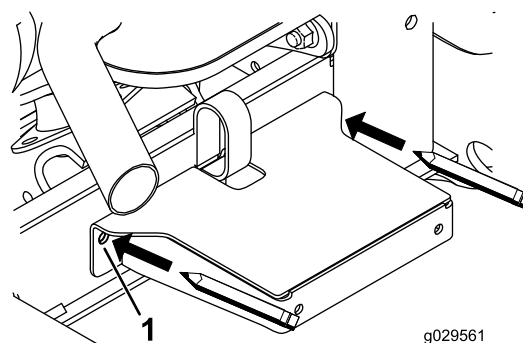

Figura 4
5. Utilice el soporte del bastidor como plantilla para localizar y marcar los otros 2 taladros de montaje del guardabarros en el canal del bastidor (Figura 4).